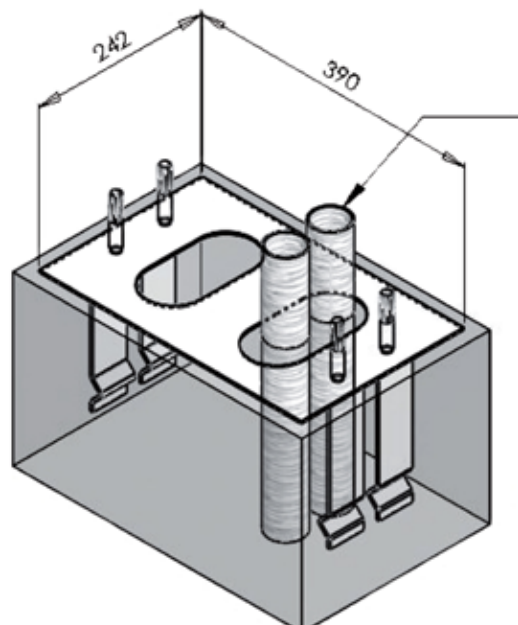

fig.4
- Respete las medidas de espacio necesario, realice una base sólida de hormigón y fije al suelo la placa de base hundiéndola en el hormigón mediante las grapas y tornillos de fijación (fig.4). Si ya hay una base realizada, utilice tacos de expansión robustos.